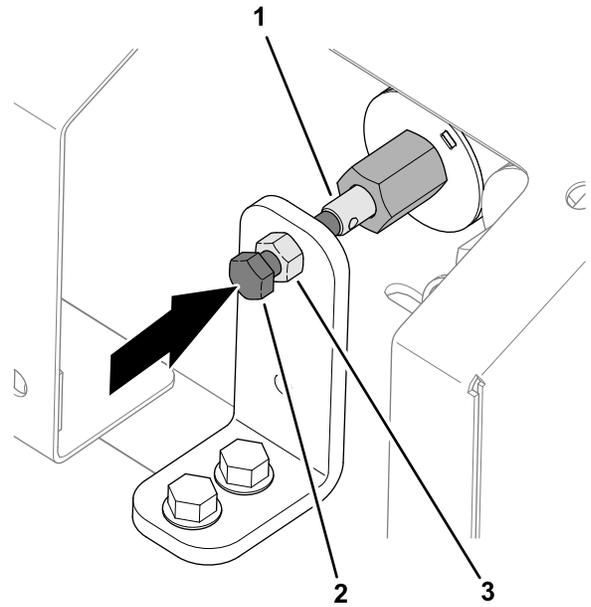

图 30
1. 松开手动超控支架上的锁紧螺母图 30。
2. 顺时针旋转用作阀超控装置的六角头螺丝可增大输送带速度图 30。